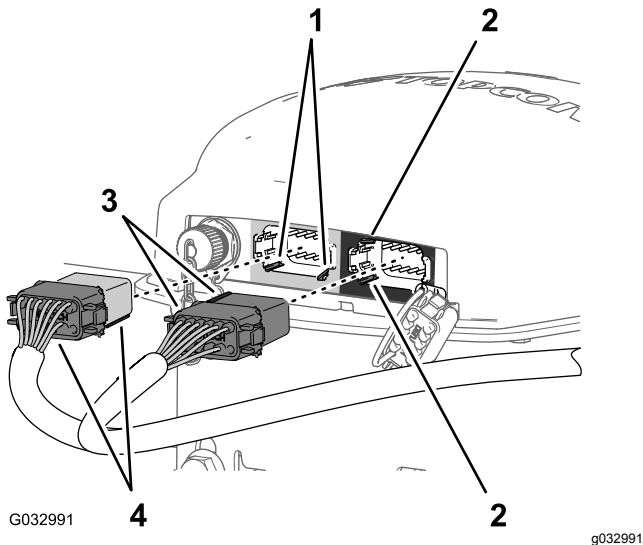

Bild 167
12-Stift-Steckers des Navigationsempfängers aus (Bild 167).
4. Stecken Sie den grauen und schwarzen 12-Buchsen-Stecker des Datenkabelbaums in den linken (grauen) 12-Stift-Stecker des Navigationsempfängers, bis die Stecker fest einrasten (Bild 167).
5. Fluchten Sie die zwei Ausrichtungsschlüssel an der kurzen Seite des schwarzen 12-Buchsen-Steckers des Datenkabelbaums mit den zwei Schlüsselschlitz in der linken vertikalen Wand des rechten (grauen) 12-Stift-Steckers des Navigationsempfängers aus (Bild 167).
Navigationsempfängers, bis die Stecker fest einrasten (Bild 167).